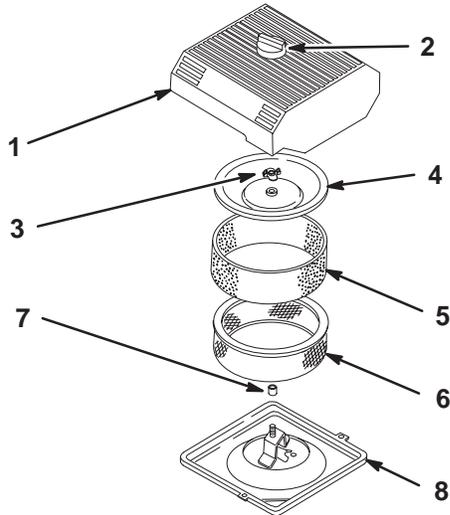

Bild 29
3. Reinigen Sie den Bereich um den Luftfilter herum, um zu verhindern, dass Schmutz in den Motor fällt und Schäden verursacht (Bild 29).
4. Lockern Sie das Handrad an der Luftfilterabdeckung und entfernen Sie die Luftfilterabdeckung (Bild 29).
5. Schieben Sie den Schaumeinsatz vorsichtig vom Papiereinsatz herunter (Bild 29).
6. Schrauben Sie die Deckelmutter los und nehmen Sie die Abdeckung und den Papiereinsatz ab (Bild 29).
1. Schieben Sie den Schaumeinsatz vorsichtig auf den Papiereinsatz des Luftfilters (Bild 29).
3. Drehen Sie die Deckelmutter jetzt mit der Hand gegen die Abdeckung (Bild 29).
4. Montieren Sie die Luftfilterabdeckung und das Handrad (Bild 29).